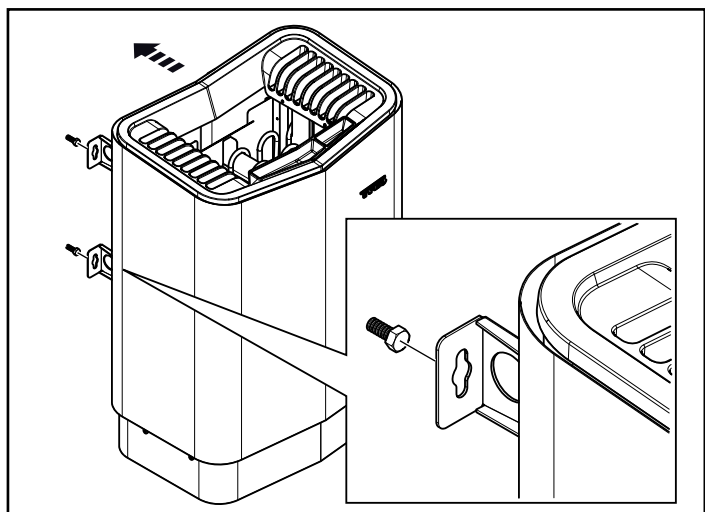

Figure 19 : Suspendez le poêle.
1. Suspendez le poêle sur les vis (voir figure 19).